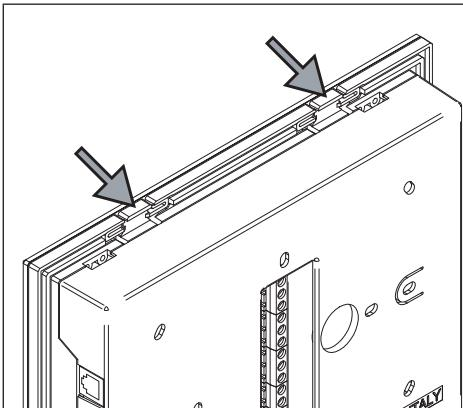
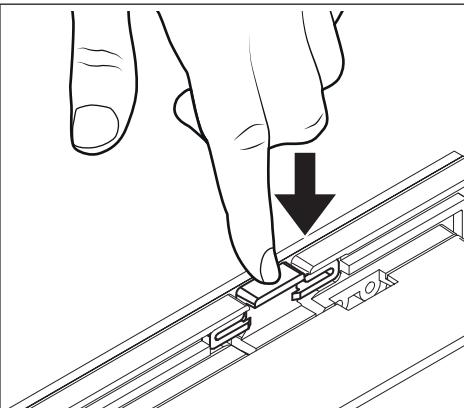
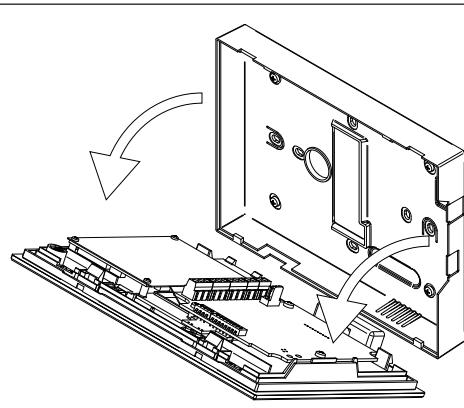

Fig. 1
Fig. 2
Fig. 3
1. Prima di procedere all'installazione, è necessario separare la base del videocitofono dalla parte frontale. Esercitare una pressione sulle due clip indicate dalle frecce grigie (**Fig. 1**) con le dita (**Fig. 2**) e contemporaneamente tirare delicatamente la parte frontale nella direzione indicata dalle frecce bianche (**Fig. 3**).